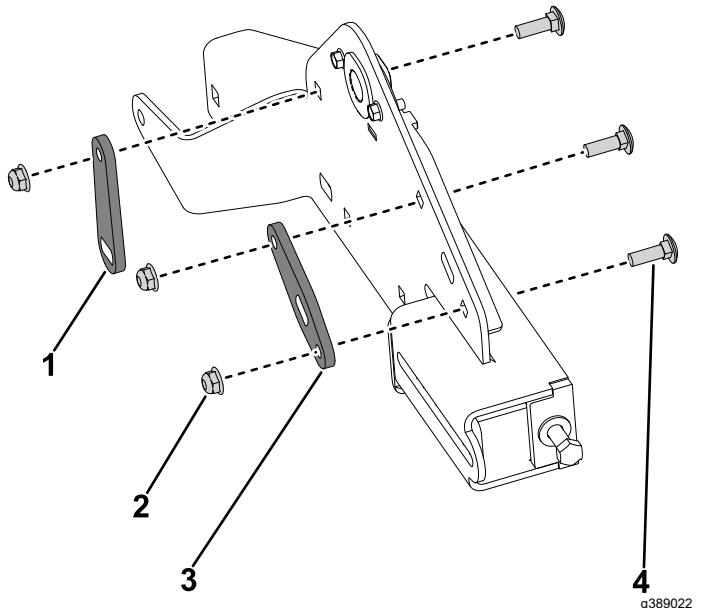

Figure 29
- 4. Montez la plaque de pivot neuve sur le support de chenille, et fixez-la en place avec 2 boulons de carrosserie ($\frac{5}{16}'' \times 1''$) et 2 contre-écrous ($\frac{5}{16}''$) neufs (Figure 29).
- 5. Montez la plaque de support neuve sur le support de chenille, et fixez-la en place avec le boulon de carrosserie ($\frac{5}{16}'' \times 1''$) et le contre-écrou ($\frac{5}{16}''$) neufs (Figure 29).